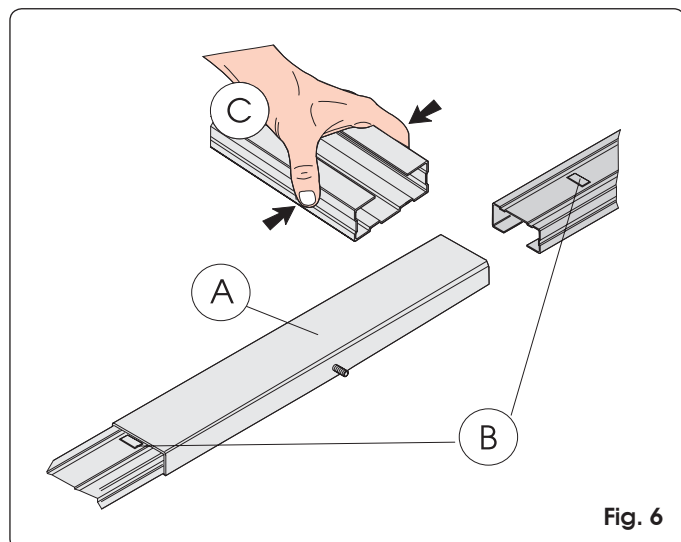

Fig. 6
- 1) Assembler les deux éléments du rail de guidage en les introduisant dans le joint central (Fig. 6 réf. A) jusqu'à la rencontre des reliefs métalliques de référence (Fig. 6 réf. B). Pour faciliter l'embrayage du rail de guidage, l'introduire dans le joint central en le comprimant d'après la Fig. 6 réf. C. Ne pas utiliser d'outils risquant de déformer le rail ou le joint.